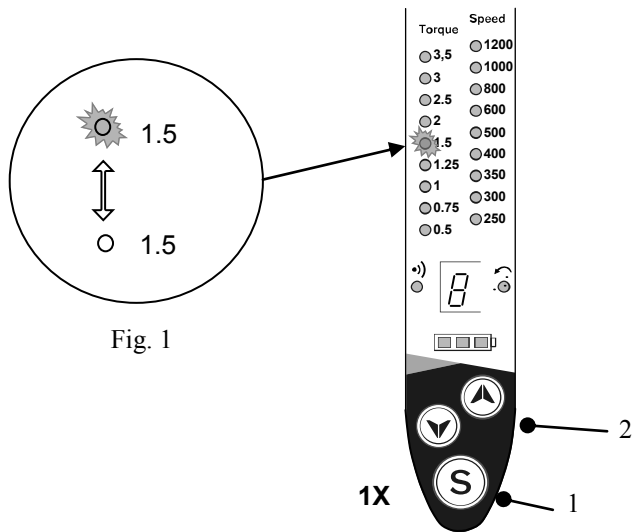

Fig. 1
- 1- Appuyer **une fois** sur la touche « S » (Le voyant Torque clignote Fig. 1), les autres voyants s'éteignent (Sauf la batterie et l'afficheur),
- 1- Press the " S " button **once** (The Torque indicator light flashes - Fig. 1) ; the other indicator lights go off (Except for the battery and the display),
- 1- Presionar una vez el botón « S ». El indicador luminoso Torque parpadea (Fig. 1) y los otros indicadores se apagan (salvo la batería y el display).
- 1- Premere **una volta** il tasto "S" (la spia della coppia lampeggia Fig. 1), le altre spie si spengono (tranne quella della batteria, anche il display rimane acceso).
- 1- Apertar **uma vez** a tecla « S » (O avisador Torque pisca Fig. 1), os outros avisadores apagam-se (salvo a bateria e o visor),
1- Nacisnąć **jedyn raz** przycisk „**S**” (kontrolka momentu obrotowego „Torque” miga, Rys. 1), pozostałe kontrolki gasną (oprócz baterii i wyświetlacza).
1- **Einmal** auf die Taste „**S**“ **drücken** (die Anzeigelampe Torque blinkt Abbildung 1), die anderen Anzeigelampen erlöschen (mit Ausnahme der Anzeigelampe der Batterie und des Displays).
1- **Tryck en gång** på knappen "**S**" (LED-lampan för vridmoment blinkar, fig.1), övriga ljus slocknar (utom batteriet och displayen).